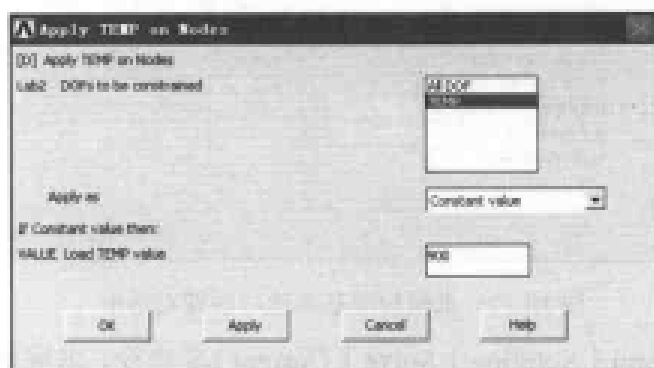

图 10-18 施加温度载荷对话框
(7) 选择 Main Menu | Solution | Define Loads | Apply | Thermal | Temperature | On Nodes 命令, 出现 Apply TEMP on Nodes 菜单, 单击 pick all 按钮, 出现 Apply TEMP on Nodes 对话框。在 Lab2 DOFs to be constrained 列表框中选择 TEMP 选项, 在文本框中输入 900, 如图 10-18 所示。单击 OK 按钮关闭该对话框。